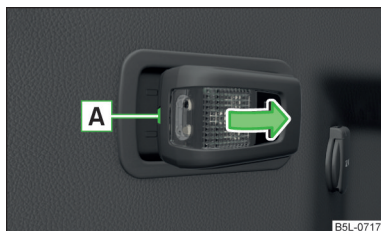

Fig. 177
- Extraiga la lámpara en el sentido de la flecha » fig. 177.